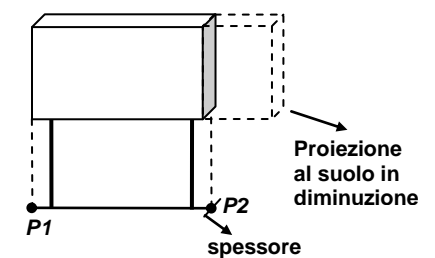

Figura 1b
- diminuzione di superficie (Figura 1b)